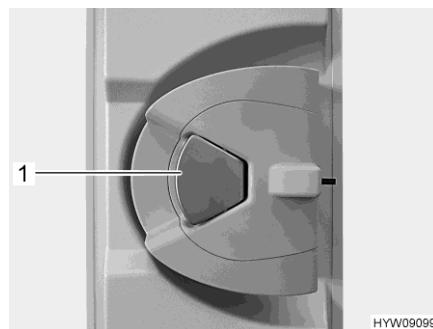

Bild 34 Dörrlås (ingångsdörr insida)
- Om dörrlåset är låst: Dra en gång i dörrhandtaget (Bild 34,1). Dörren är upplåst.
- Drag i dörrhandtaget (Bild 34,1). Dörren är öppen.
- Tryck ned dörrhandtaget (Bild 34,1).